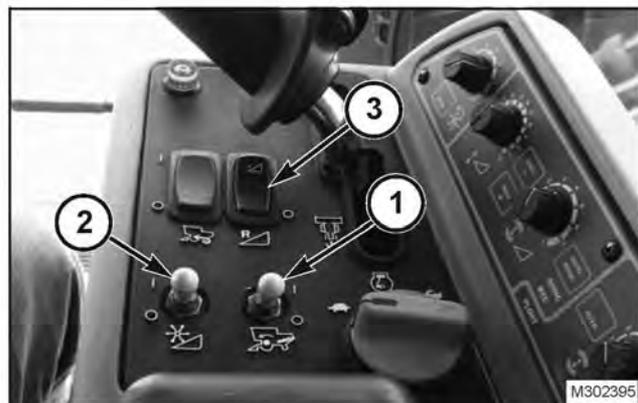

FIG. 66
FIG. 66: Interruptor de acople y desacople de la trilla (1). Un embrague magnético en el contraeje principal se opera con un interruptor de acción doble. Un rotor de mando separado y un interruptor de control de velocidad también se activan con este interruptor.